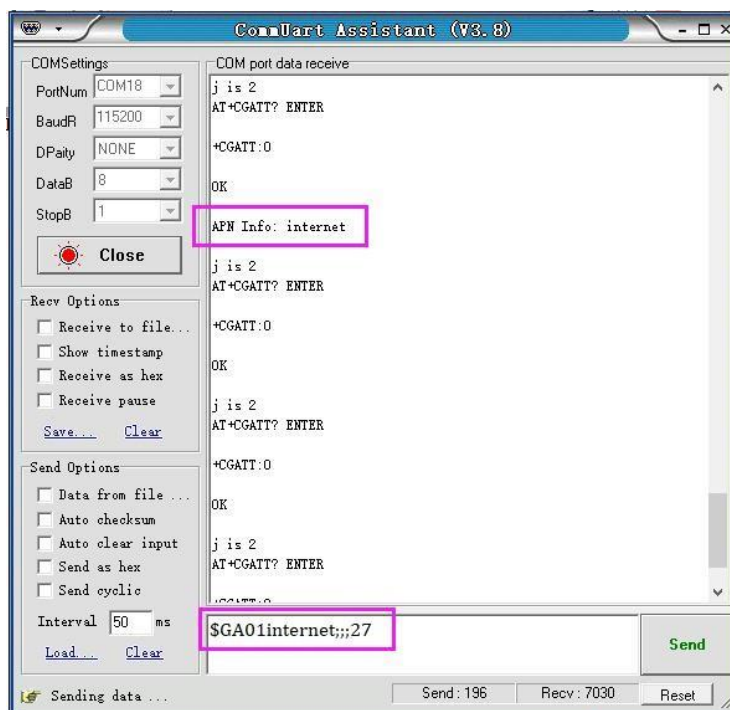

Рисунок 14.1
** - значение является контрольным числом, измените контрольный код в команде, чтобы она была корректной - \$ GA01internet ;;; 27, затем необходимо отправить правильную команду снова (рисунок 14.1);